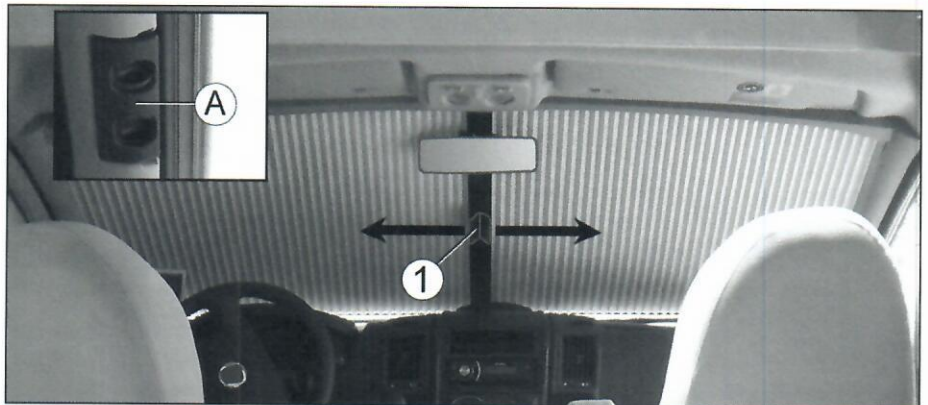

Abb. 25 Verdunklungsrollo Frontscheibe, plissiert
- Verdunklungsrollo am Griff (Abb. 25, Pos. 1) in Pfeilrichtung (←/→) zurückführen bis der Griff einrastet.
1. Mit zwei Fingern in die Griffmulden des Griffs (Abb. 25, Pos. A) greifen und durch Drücken den Griff (Abb. 25, Pos. 1) entriegeln.
2. Verdunklungsrollo am Griff (Abb. 25, Pos. 1) in Pfeilrichtung (→/←) führen und schließen. Die Magnetbänder aneinanderkoppeln.
1. Mit zwei Fingern in die Griffmulden des Griffs (Abb. 25, Pos. A) greifen und durch Drücken den Griff (Abb. 26, Pos. 1) entriegeln.